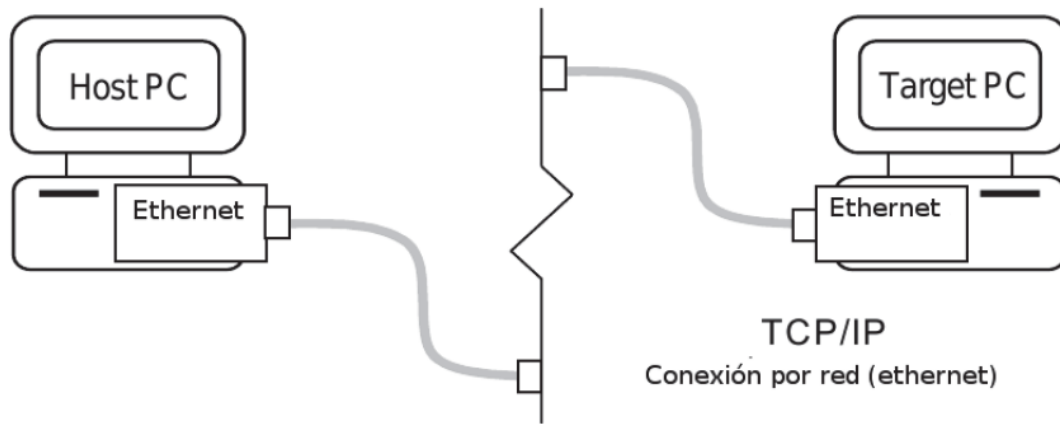

Figura 4. Conexión por cable de red del PC Host y el PC Target
- **Paso 4:** Conectar el PC Host con el PC Target a través de un cable de red “cruzado”, como se muestra en la figura 4.